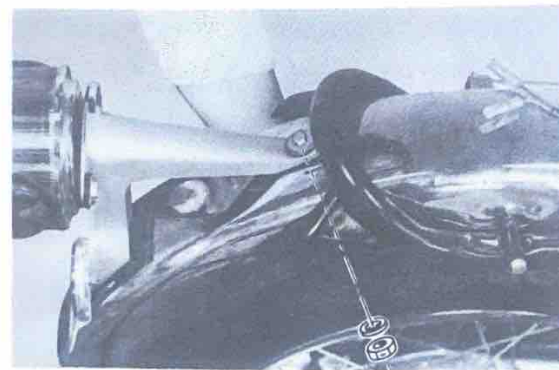

Fig. 46
4. Using the shoulder bolts, plain washers, spring washers and nuts contained in the vinyl bag (I), secure the rear part of the tail/stoplight bracket to the fender. (Fig. 46, 47)
4. A l'aide des boulons à épaulement, des rondelles ordinaires, des rondelles Grower et des écrous prévus dans le sachet en plastique (I), fixer l'arrière du support de feu arrière/stop au garde-boue. (Figs. 46 et 47)